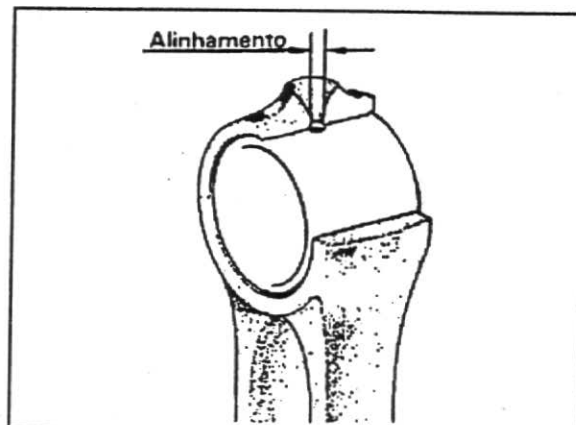

Fig. 11
1. Para a montagem, todas as peças devem estar limpas. Monte a bucha na biela, certificando-se que os furos de lubrificação estejam alinhados. Mandrile o diâmetro interno da bucha: (S4) 34,945 - 34,963 mm ou 1,3758 - 1,3765 pol e (S4T/S4T Plus) 38,119 - 38,138 mm ou 1,5007 - 1,5014 pol, fig. 11.